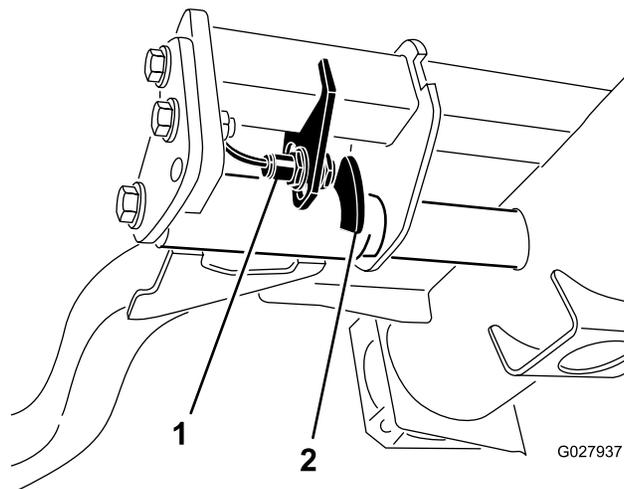

図 34
2. 昇降アームのスイッチは、油圧のメインタンクの下にある右前昇降アームの後ろ側に装着されている 図 34。
3. スwitch の取り付けネジ 図 34 をゆるめ、Switch の位置を下げると、昇降アームの旋回高さが長くなり、上げると、昇降アームの旋回高さが短くなる取り付けボルトを締め付ける。